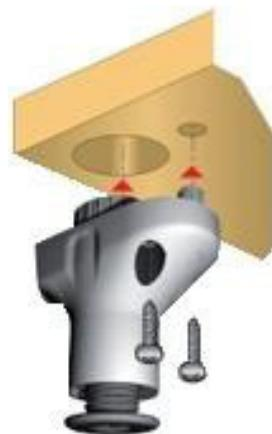

Рис. 3
5. На стенку горизонтальную (8) в имеющиеся отверстия установить опоры, дополнительно зафиксировав их саморезами 4x25 (рис.3).